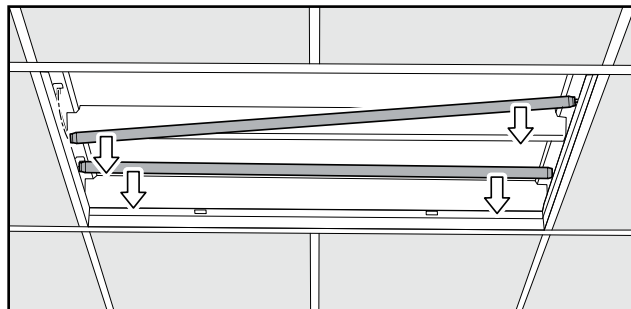

Figure 2.
2. Retirez les ampoules (fig. 2).